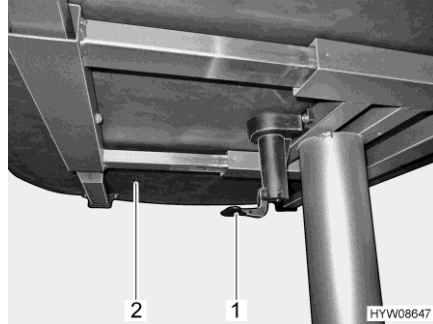

Fig. 63 Levier de déplacement du plateau de table
- Tirer le levier (Fig. 63,1) vers le bas ou l'enfoncer.
- Décaler le plateau de table (Fig. 63,2) dans la position désirée.